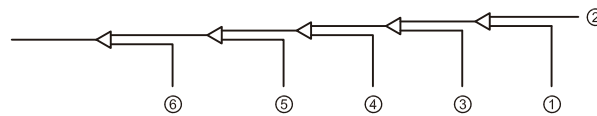

Figura 5.16
8. Lave as outras aberturas da mesma maneira, trabalhando em sequência da unidade interna A em direção às unidades externas. Consulte a Figura 5.16.